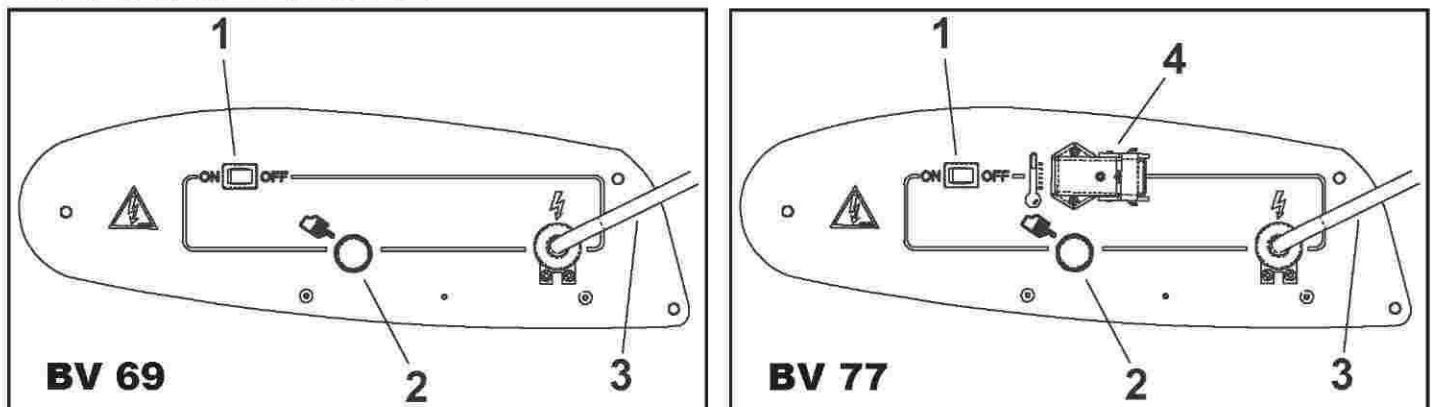

Fig. 2 (A - B)
- nastaviť vypínač 1 (fig. 2) do polohy ON, čím sa zapne ventilátor a po niekoľkých sekundách sa začne spaľovanie.
Pri prvom použití prístroja alebo po úplnom vyprázdnení olejovej sústavy môže nastať oneskorenie v prítoku oleja do trysky, čo vyvolá reakciu signalizácie kontroly horenia plameňa, ktorá vypne generátor. V takomto prípade počkajte 1 minútu a stlačte tlačidlo manuálneho spúšťania a zariadenie sa spustí znovu 2 (fig. 2).
2. Stlačte tlačidlo manuálneho spúšťania 2 (fig. 2);
Zariadenie vypnete z prevádzky posunutím vypínača 1 (fig. 2) do polohy „OFF“. Plameň zhasne a ventilátor sa bude naďalej otáčať pokým sa úplne neochladí spaľovacia komora.
Generátor je vybavený elektronickým systémom kontroly horenia plameňa. Ak tento systém zaznamená jednu alebo niekoľko nepravidielností prevádzky zablokuje prístroj a rozsvieti sa kontrolka manuálneho spúšťania 2 (fig. 2).